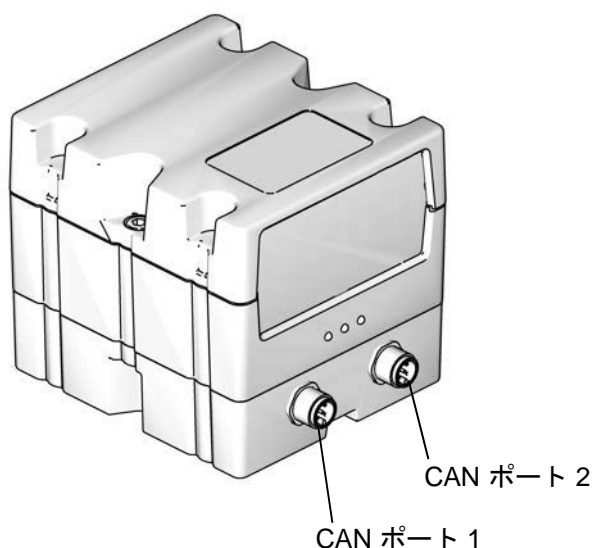

図 20: CGM CAN接続
10. CAN ケーブルのもう一つの端を、CGMのCANポート 1 または 2 のいずれかに接続してください。図 20 を参照してください。いずれかのポートに接続できます。